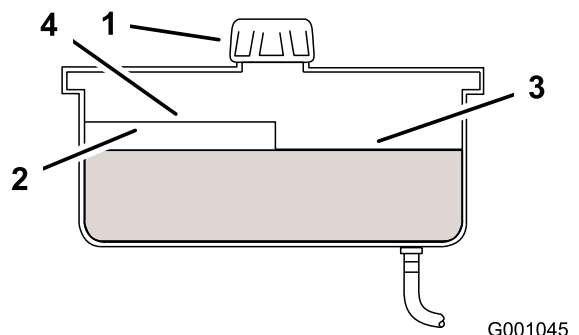

Figure 46
4. Nettoyez la surface autour du bouchon et du goulot de remplissage du réservoir hydraulique (Figure 46).
5. Enlevez le bouchon du goulot de remplissage et vérifiez le niveau de liquide dans le réservoir. (Figure 46).
**Remarque:** Lorsque l'huile est chaude, le niveau de liquide doit atteindre le haut du repère à chaud sur le déflecteur (Figure 46).